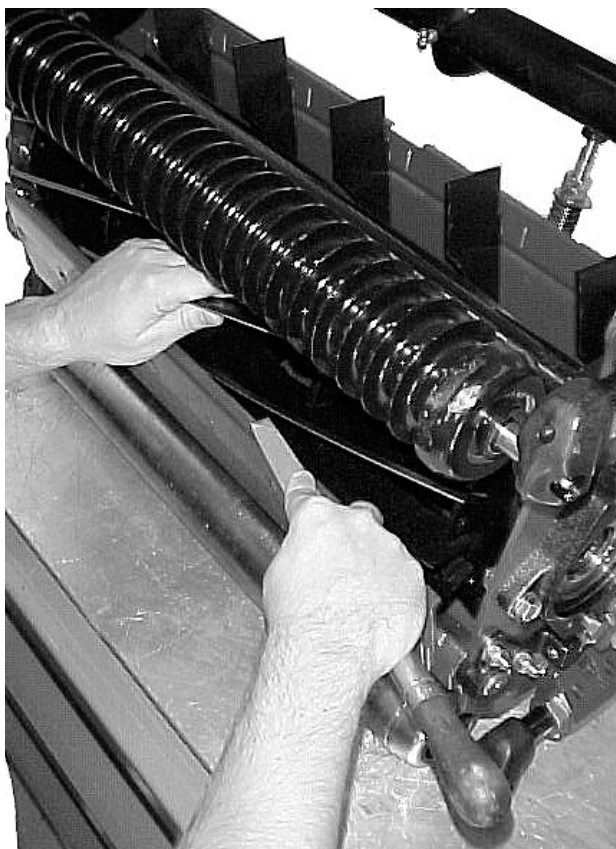

図 72
8. 長柄のブラシ (P/N29-9100) で、ラッピングコンパウンドを塗布しながら作業する(図72)。柄の短いブラシは厳禁。